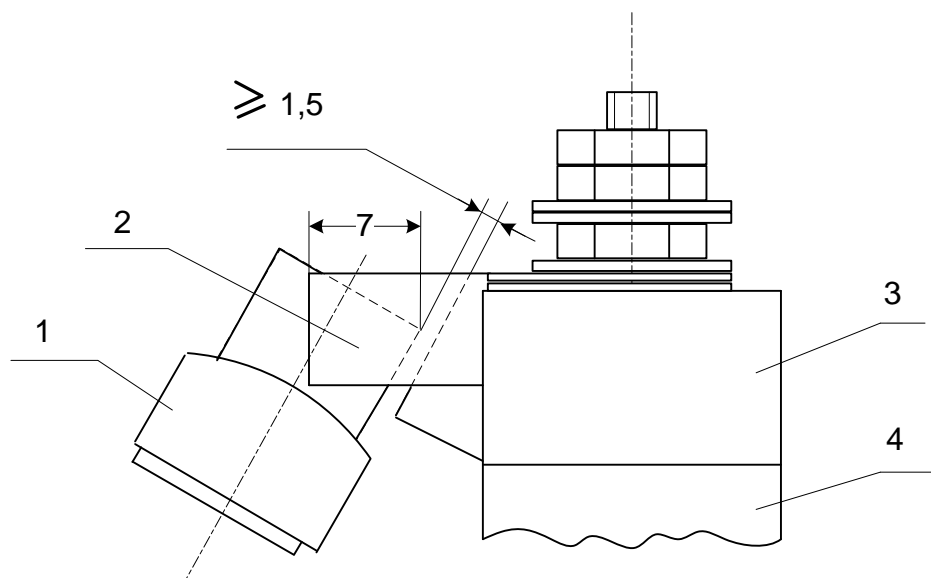

Рисунок 2. Схема расположения ножа относительно контактной колодки:
(показано на рис. 2), расстояния между контактными пружинами *1* колодки должны быть 6 мм и 12 мм, упорные (рессорные) пружины *2* должны плотно прилегать к контактными пружинам *1*.
7.4 При врубании контактные ножи не должны ударять об основание колодки. Зазор между концом переключающего рычага и шайбой главного вала должен быть в пределах (1,5÷3,0) мм, а между контактным ножом и выступом основания контактной колодки — не менее 1,5 мм (рис. 2).